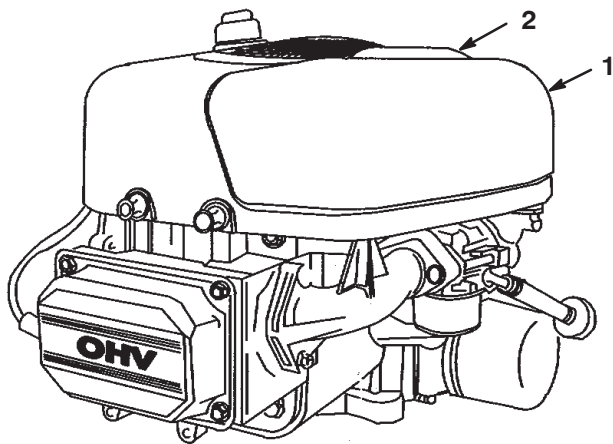

Figure 21
3. Nettoyez la surface autour du filtre à air pour éviter que des impuretés ne s'introduisent dans le moteur et l'endommagent. Tirez la poignée du couvercle du filtre à air et tournez-la vers le moteur (Fig. 21). Déposez le couvercle du filtre à air.